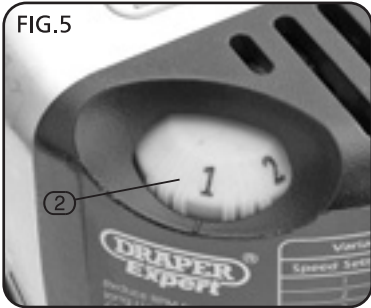

FIG.5
9.2 VARIABLE SPEED DIAL - FIG. 5